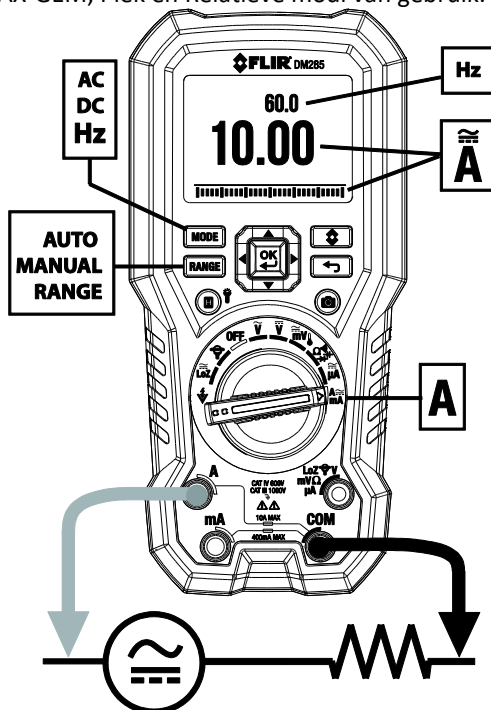

Fig. 9-9 Hoge Stroom 'A' metingen
4. Sluit de testsnoeren in serie aan met het onderdeel in overeenstemming met **Fig. 9-8** en **Fig. 9-9** voor 'A' metingen, **Fig. 9-10** voor mA metingen of **Fig. 9-11** voor μ A metingen.